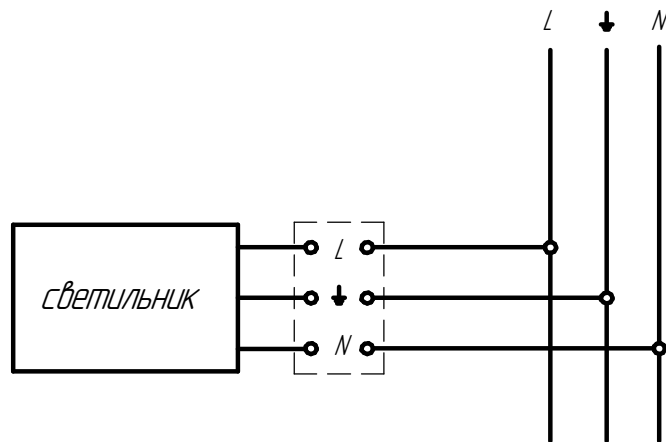
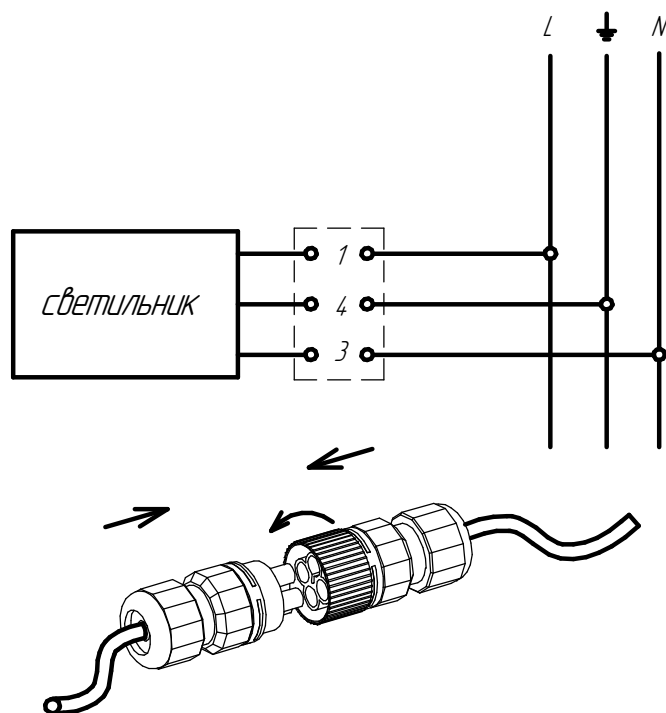

Рисунок 4 - Схема подключения светильника к сети
Рисунок 6 - Схема подключения светильника с магистральной проводкой
5.5 Подключите светильник к электрической сети согласно схеме рис. 4. (для светильников с магистральной проводкой - рис. 6).